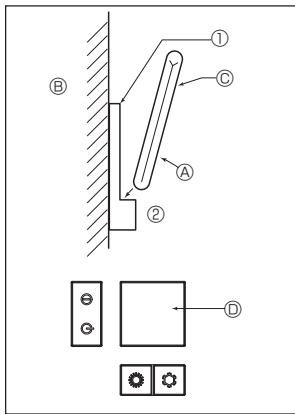

Fig. 7-7
2) Método de instalación (Fig. 7-7)